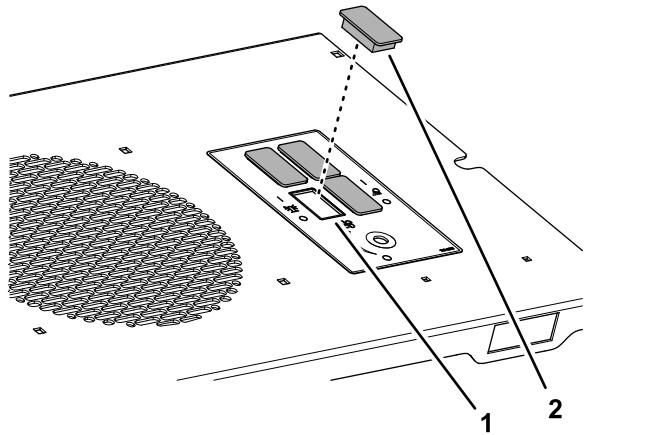

Figura 4
1. Alinee el tapón con los huecos rectangulares del panel de interruptores (Figura 4).
2. Inserte el tapón en el hueco hasta que encaje firmemente en el panel (Figura 4).
3. Repita los pasos 1 y 2 con los 3 tapones restantes (Figura 4).